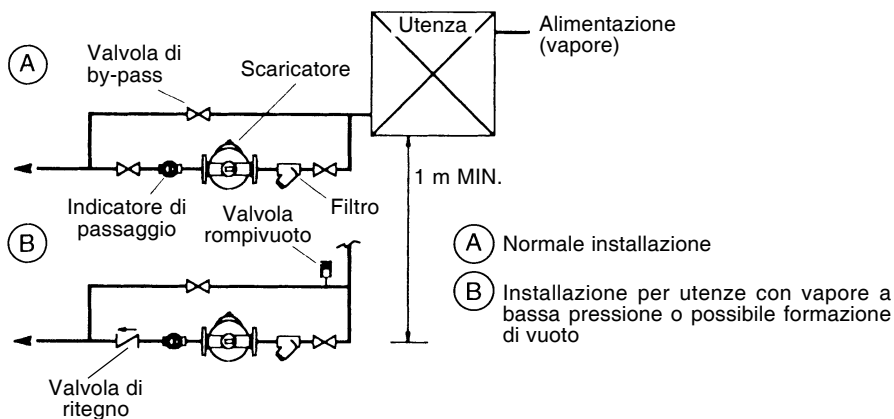

Fig. 1
- 3.8** Se l'apparecchio da drenare è provvisto di regolazione automatica della temperatura, prevedere, oltre al battente, l'applicazione di una valvola rompivuoto (vedere fig. 1).